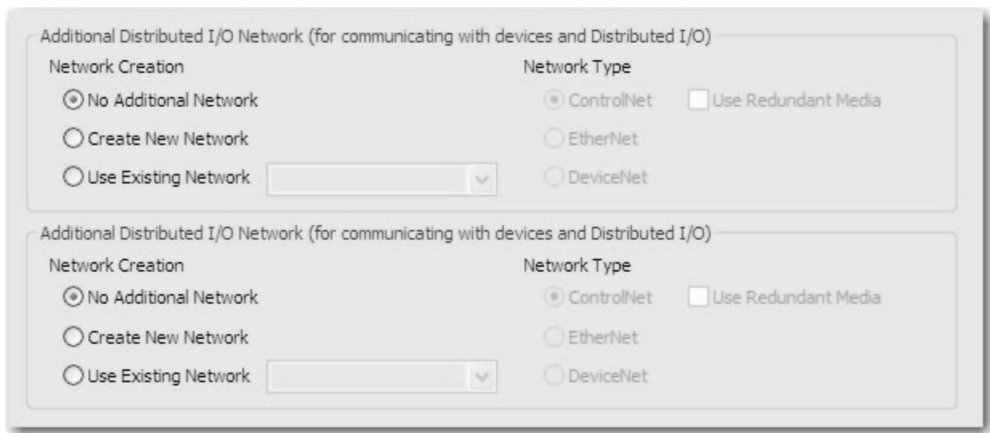

图 26-35 附加网络图
1) 除了之前指定的 ControlLogix I/O 网络以外，还可为分布式 I/O 指定多达两个网络。这些附加网络可以是新网络，也可以是 IAB 项目中已经存在的网络。IAB 将为指定的网络添加网络模块，并将其连接到指定的网络，如图 26-35 所示。